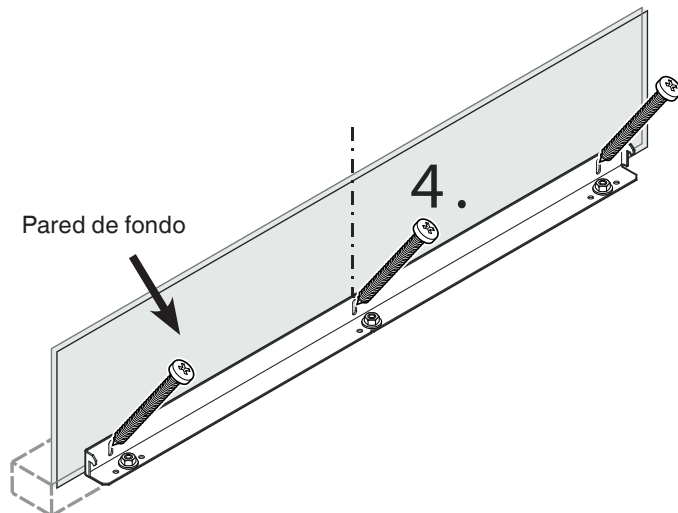

Figura 5
4. Fijar la escuadra anti-inclinación a la pared de fondo (**figura 5**) con 3 tornillos (6 x 60).